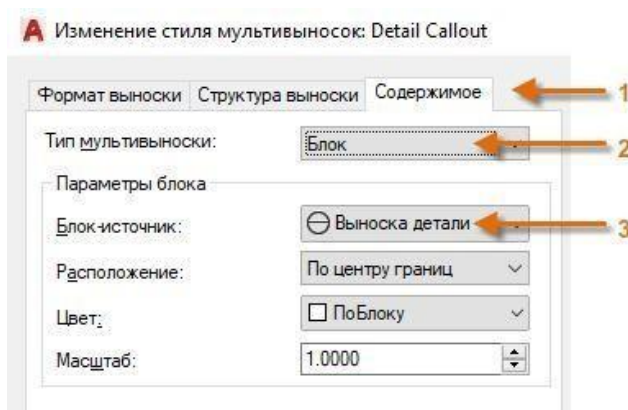

Рисунок 6.7 – Налаштування стилю виноски
У **Диспетчере стилей мультивыносок** натисніть **Создать** й оберіть описову назву для нового стилю виноски. Клацніть вкладку **Содержимое** (1), виберіть **Блок** (2), а потім – **Выноска детали** (3) (рис. 6.7).